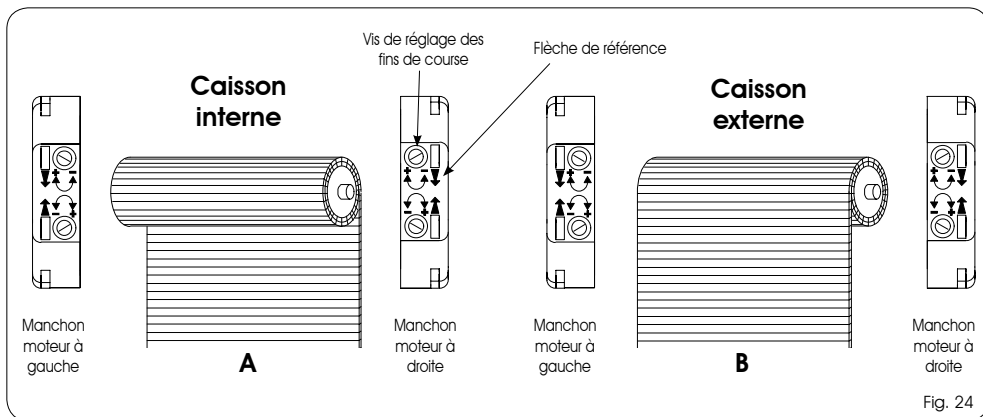

Fig. 24
10.2 CONFIGURATION AVEC CAISSON INTERNE (Fig.24 réf.A)
10.3 CONFIGURATION AVEC CAISSON EXTERNE (Fig.24 réf.B)